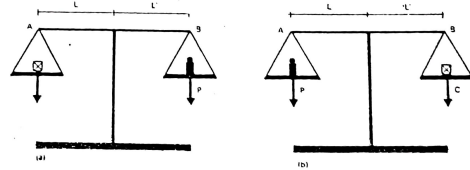

Fig. 4-32. Pesada por método de Gauss.
Las pesas (P) están en el platillo B (fig. 4-32 a).
2º El cuerpo ahora está en el platillo B y las pesas (P') están en el platillo A (fig. 4-32 b), por lo que se cumplirá, en el equilibrio